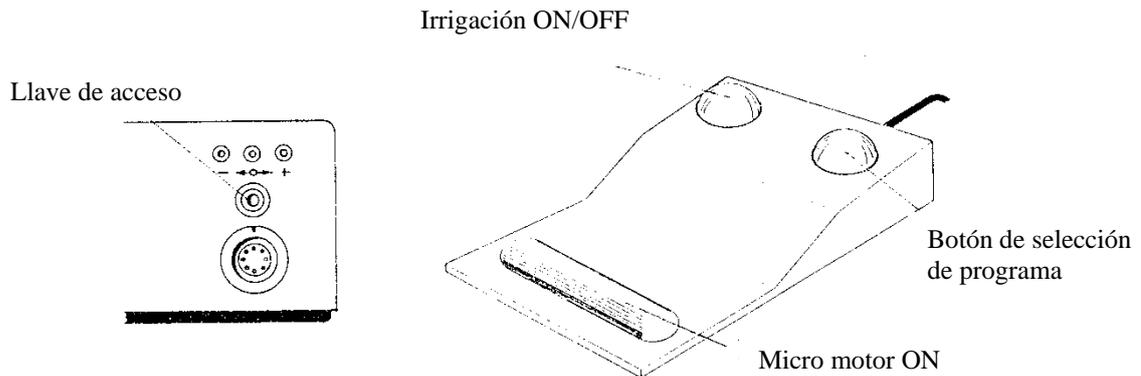

Fig. 3 + 4
2. Introduzca la llave de acceso del sistema según el sistema de implante que vayan a utilizar. Véase Fig. 3.